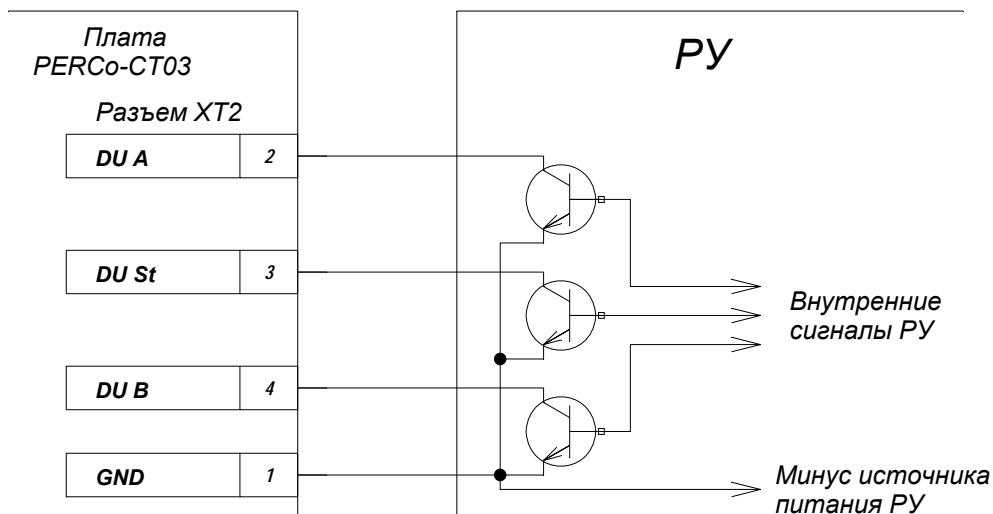

Рисунок 4 – Управляющие элементы устройства радиоуправления (РУ):
5.4.2 Управление КТС01.3 осуществляется подачей на контакты клеммной колодки "ХТ2" DUA, DUSt и DUB сигнала низкого уровня относительно контакта GND, при этом управляющим элементом могут быть нормально разомкнутый контакт реле или схема с открытым коллекторным выходом (см. рисунок 4).